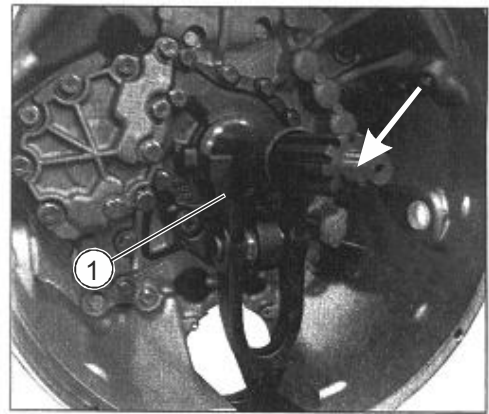

Рис. 144
- Не смазывать крышку (1) (см. рис. 144) первичного вала!
- У новых коробок передач или коробок передач, пришедших на замену, необходимо снять консервирующее средство с крышки (1) (см. Рис. 144) и с самого первичного вала.